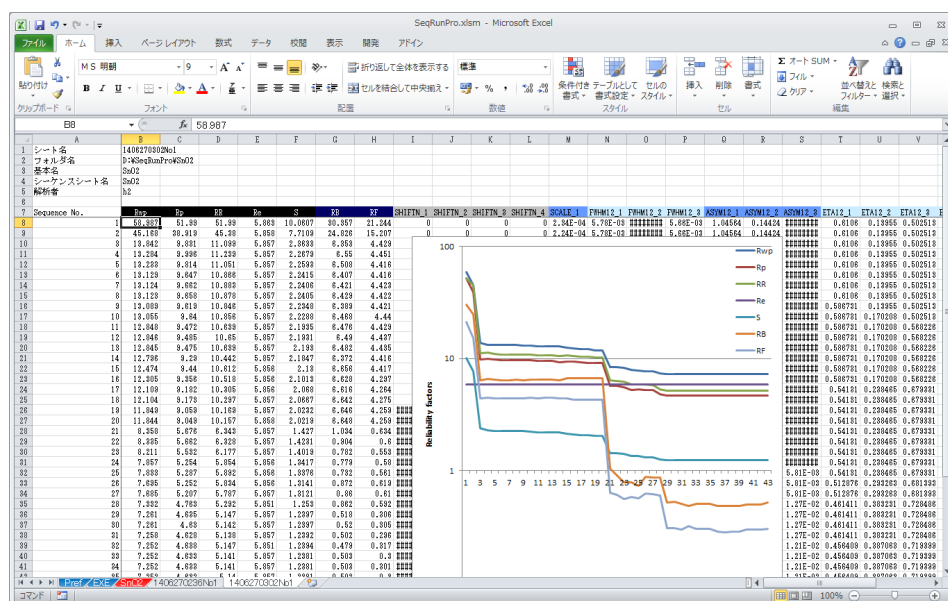

図 2.13 各種パラメータ変遷のワークシート出力例
- (4) 出力ワークシート: 出力用ワークシート。Pref ワークシートの設定に応じて、計算後に SeqRunPro によって生成されます。名前は自動で付けられます (計算開始時の年月日時分および計算番号から成る YYMMDDhhmmNo\*)。計算結果の変遷をグラフ表示 (図 2.13) することもできます。
グラフを作成する/作成しないの選択が可能です。図 2.13 は、グラフを作成した例です。